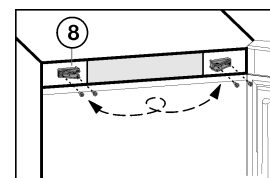

Fig. 17
- Dévisser l'élément pivotant Fig. 17 (8) et le placer tourné de 180° du côté opposé. Pointer les trous de vissage ou avoir recours à une visseuse sans fil.